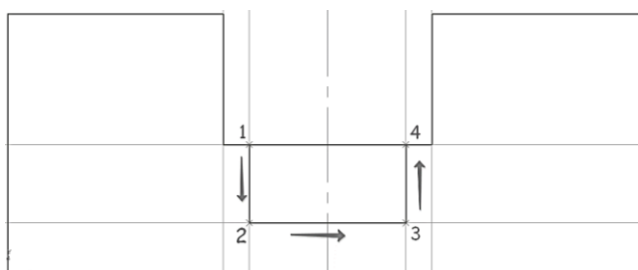

Рис. 104. Построение отверстия
6.2 Нажмите кнопку **Непрерывный ввод объектов** на панели **Геометрия** . С помощью привязки **Пересечение** постройте ломаную линию 1-2-3-4 (рис. 104).